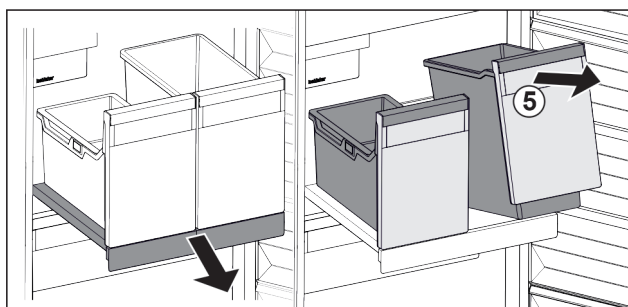

Fig. 100
- ▶ Unieść pojemnik Fig. 100 (5) z przodu.